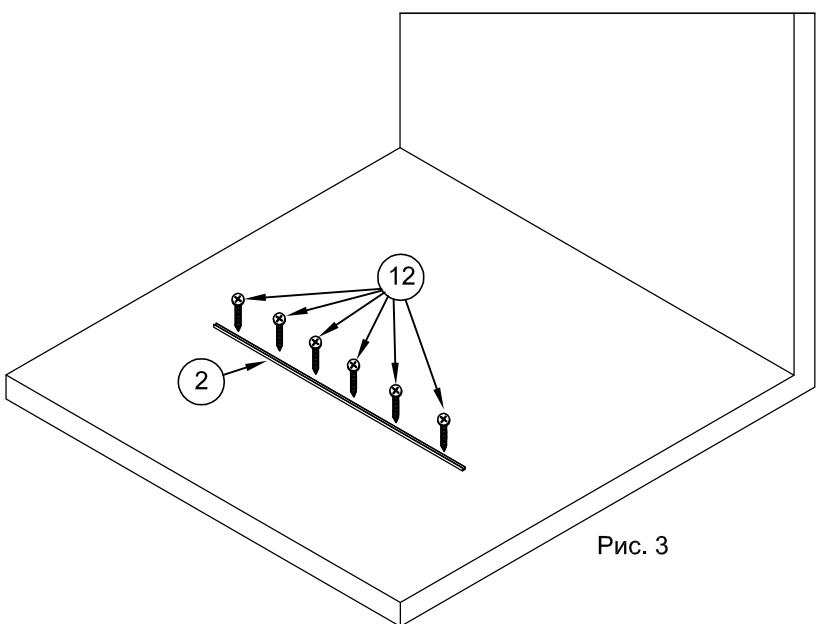

Рис. 3
1.5. Установить профиль №2 на пол. Вставить в отверстия шурупы №12 и вкрутить их отвёрткой, закрепив профиль на полу (рис.3).